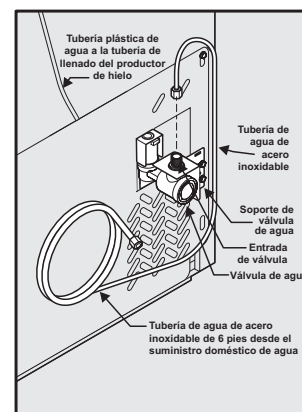

Figura 2
5. **Si usa tuberías de acero inoxidable:** La tuerca y la férula ya están armadas en la tubería. Deslice la tuerca de compresión hacia dentro de la entrada de la válvula y apriete manualmente la tuerca de compresión sobre la válvula. Apriete otra media vuelta con una llave; NO apriete en exceso. Vea la Figura 2.